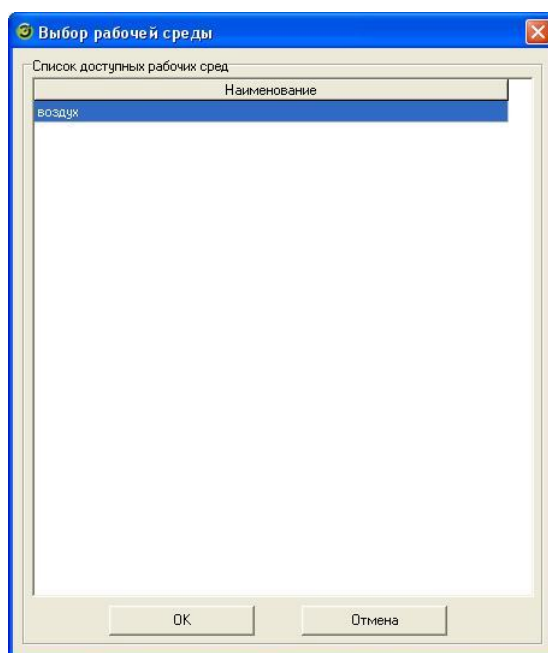

Рисунок 3.7.8 – Быстрое добавление рабочей среды
- Условия поверки. Данный раздел предназначен для ввода климатических условий архивной поверки: температуры окружающего воздуха в $^{\circ}\text{C}$, относительной влажности воздуха в %, атмосферного давления в мм. рт. ст., а также ввода рабочей среды (необязательное поле) и выбора даты проведения поверки из выпадающего календаря. Также возможно быстрое добавление рабочей среды из списка ранее введенных нажатием кнопки «+» (рисунок 3.7.8).